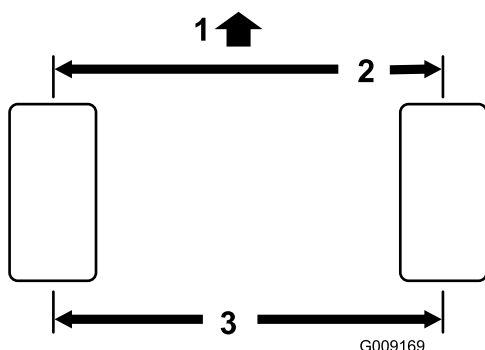

Figura 59
2. Meça a distância de centro a centro (à altura do eixo) na zona dianteira e traseira dos pneus da direcção (Figura 59). A medição terá de ser entre 0 ± 3 mm na frente do pneu em relação à medição da traseira do pneu. Rode o pneu 90 graus e volte a medir.